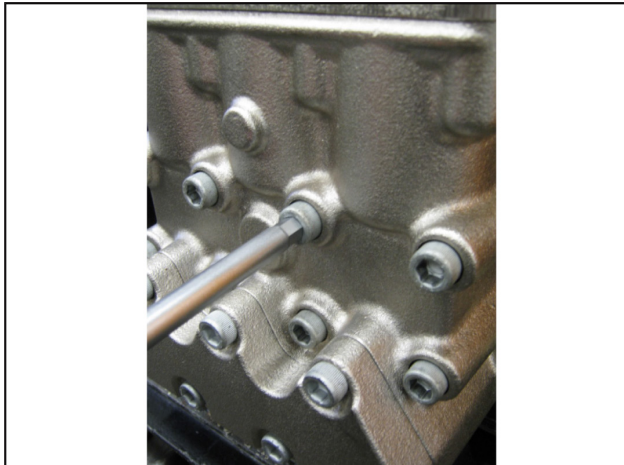

Fig. 20
A) Aflojar los tornillos de fijación del cabezal M12x150 como se ilustra en la Fig. 20.